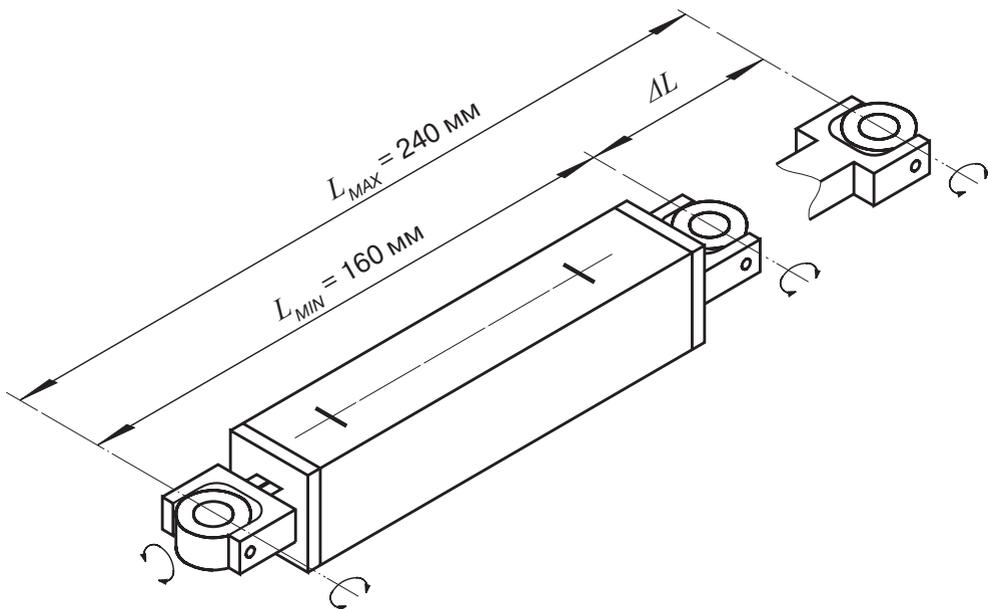

Рис. 1. Крепления преобразователя СИЭЛ–1671.
4.3. При креплении подвижного и неподвижного концов преобразователя учитывать значения минимальной (L_{MIN}) и максимальной (L_{MAX}) установочной длины, а также возможность механической разгрузки крепёжных шарниров, как показано на рис. 1.